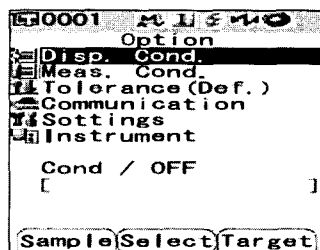

Рисунок 14
8.2.3.2 Настройте установки спектрофотометров. Для этого, удерживая кнопку «MENU», нажмите кнопку «▼», чтобы открыть меню «Option». С помощью кнопок «▲» и «▼» выберите пункт «Disp Cond.» (рисунок 14) и нажмите кнопку «SAVE/SEL.».